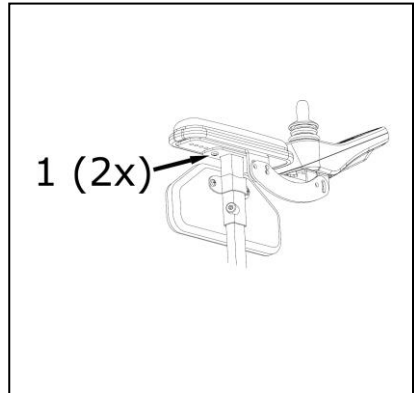

Abb. 4.13
**Tiefe der Steuerung einstellen (Abb. 4.13)**
1. Lösen Sie die Schrauben (1).
2. Schieben Sie die Steuerung in die gewünschte Stellung (2).